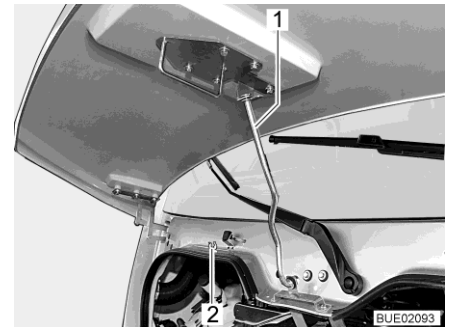

Bild 42 Säkerhetsstäng (Ixeo I)
- Ta bort säkerhetsstäng (Bild 42,1) från hållaren (Bild 42,2) och fäst den på motorhuv.
- Lossa säkerhetsstäng (Bild 42,1) från hållaren på motorhuv och skjut in den i hållaren (Bild 42,2).